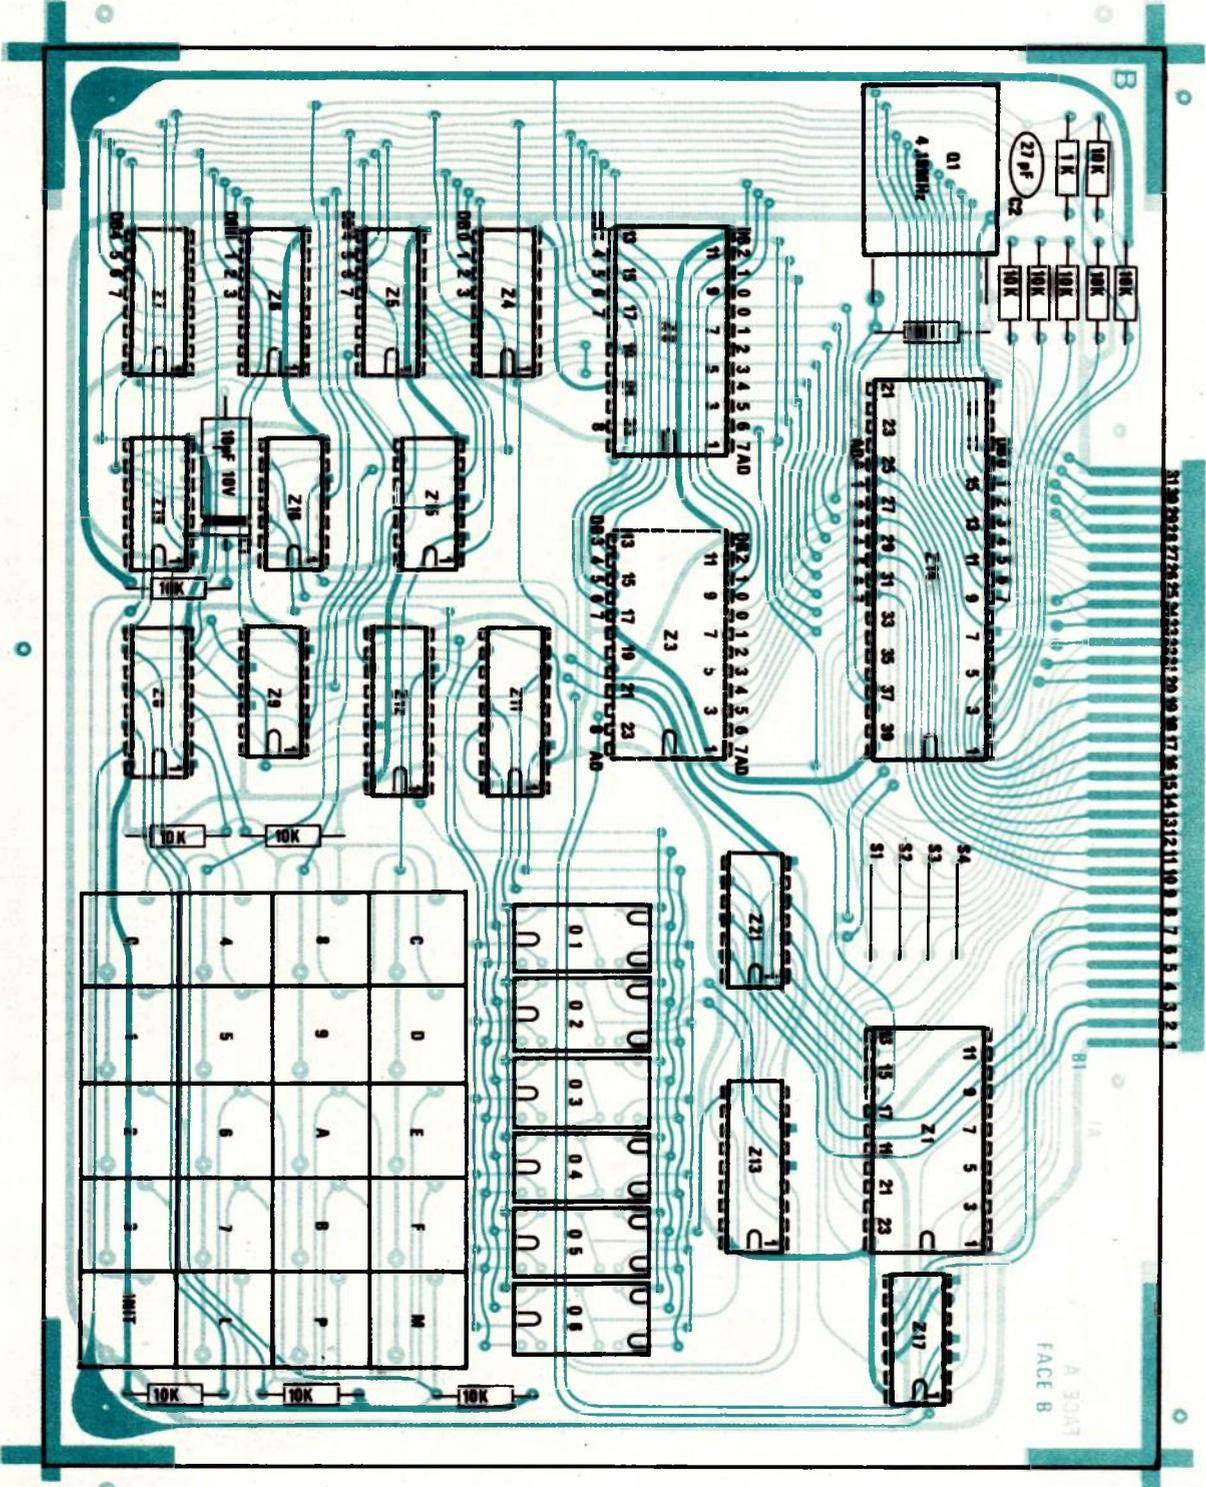

Figure 3
En **figure 3**, nous donnons les schémas d'implantation des composants sur le circuit imprimé. Il ne nous apparaît pas, en effet, nécessaire de faire une sérigraphie d'implantation sur le circuit imprimé lui-même. Il est tout à fait aisé de repérer l'emplacement des composants, d'autant que la structure et l'emplacement des perçages ne laissent planer aucune ambiguïté sur le logement des circuits intégrés dont, pour la plupart, le nombre de broches est important.
- le plan d'équipement donné en **figure 3** ;